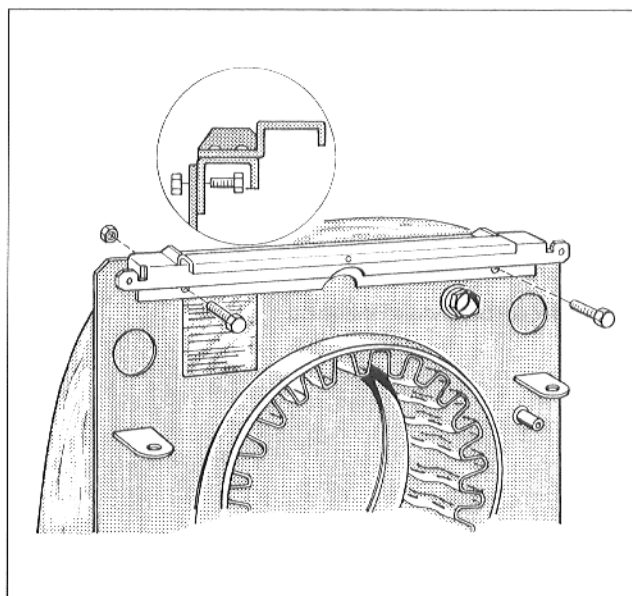

Abb. 7
- Traverse oben an der Kesselkörpervorder- und Rückwand anschrauben (Abb. 7 + 8).
Traverse mit angenieteter Halteschiene an Vorderwand anschrauben (Abb. 7).